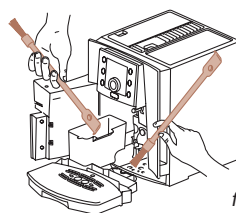

fig. 1
Videz et nettoyez soigneusement le bac à marcs chaque fois que la machine le signale. Dans tous les cas, nous vous conseillons d'effectuer cette opération au moins **une fois par semaine**, en ayant soin d'éliminer tous les résidus de café s'étant éventuellement déposés sur le fond en utilisant la **brosse/spatule (F)** fournie (fig. 1).